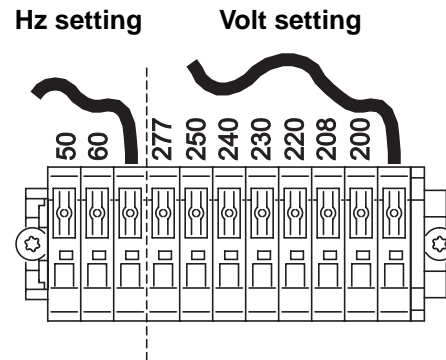

Bild 7: Frequenz- und Spannungseinstellung
3. Siehe Bild 7. Verbinden Sie das freie Ende der Verbindungsleitung für die Netzfrequenz (im Abschnitt **H_z setting**) mit dem Anschluss, der Ihrer Netzfrequenz entspricht.